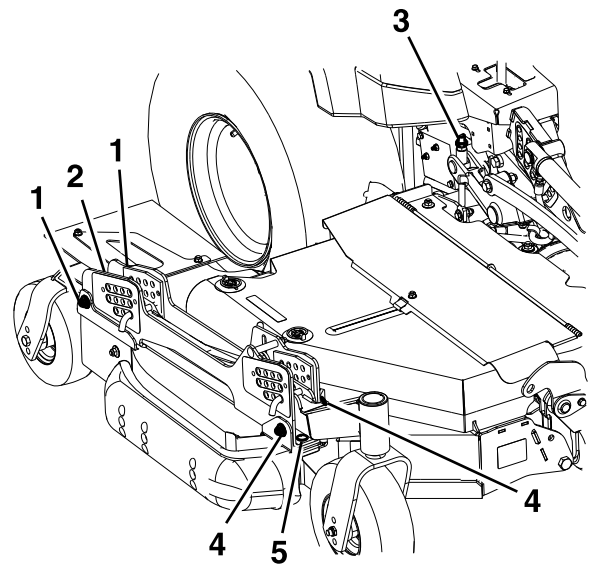

**Figure 81**
6. Pour régler le système monopoint, commencez par desserrer les boulons de fixation des plaques de hauteur de coupe avant et arrière (Figure 81).
7. Si le tablier est trop bas, serrez le boulon de réglage monopoint dans le sens horaire (Figure 81).